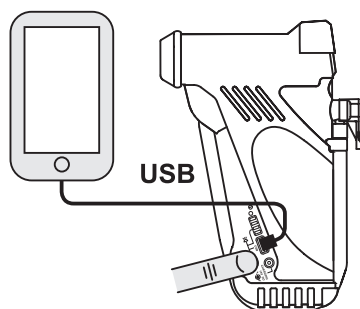

Рис. 4
1. Подключите стороннее устройство к порту USB расположенному на корпусе компрессора, используя стандартный USB-кабель (не входит в комплектацию) (рис.4).